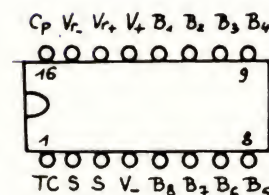

FIGURE 3. - Brochage du DAC-08.
Le DAC-08, dont la figure 3 donne le brochage et la figure 4 la structure interne schématique, a la particularité d'un temps d'établissement très court : de l'ordre de 90 ns ! C'est donc un circuit rapide, même s'il ne l'est pas autant que nous l'aurions souhaité. Il requiert une double alimentation de $\pm 15 \text{ V}$, une tension de référence de 10 V. On peut le monter soit en référence positive, soit en référence négative. Nous avons retenu la première solution. Les entrées binaires s'adaptent à toutes les familles logiques existantes, en fonction du branchement du picot 1 (TC). Elles conviennent donc à la LSTTL, retenue pour le système de comptage, à condition de relier TC à la masse.